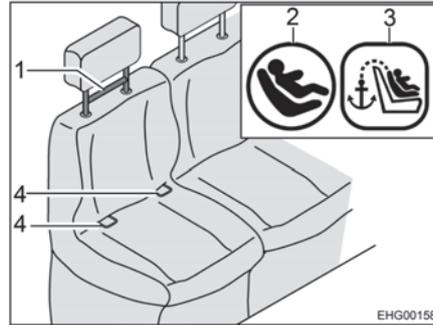
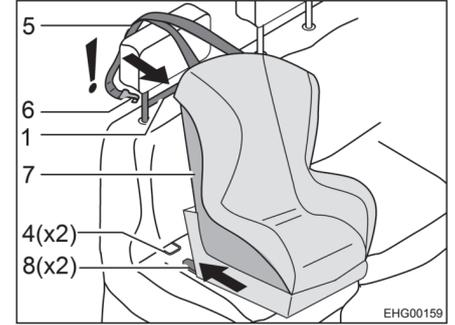

Fig. 8 Asiento con ISOFIX
Fig. 9 Fijación con ISOFIX
Los asientos del vehículo apropiados para ISOFIX tienen el símbolo ISOFIX (Fig. 8,2). La situación del Top Tether también está marcada con un símbolo (Fig. 8,3).
- Dejar que los brazos de enganche (Fig. 9,8) engatillen en los puntos de anclaje (Fig. 8,4). En esto, se deberá oír un clic distintivo.
- Con un fuerte tirón verificar que el asiento infantil (Fig. 9,7) esté firmemente fijado.
- Pasar la correa Top Tether (Fig. 9,5) sobre el reposacabezas del asiento del vehículo.
- Enganchar el gancho de fijación (Fig. 9,6) en el Top Tether (Fig. 8,1).